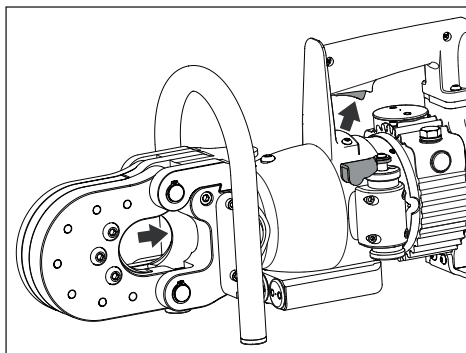

Abbildung 7, Kolben einfahren
- Drücken Sie bei Richtungshebel in Position 2 den Abzugshebel, und halten Sie diesen gedrückt, um den Kolben einzufahren und das bewegliche Messer nach hinten zu bewegen. Siehe Abbildung 7.